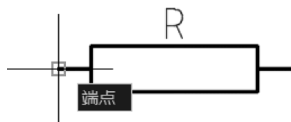

图 8-14 指定块的插入基点
10) 在“基点”选项组中单击“拾取点”按钮, 系统临时关闭“块定义”对话框, 选择图 8-14 所示的端点作为块的插入基点。指定插入基点后, 系统自动返回“块定义”对话框。